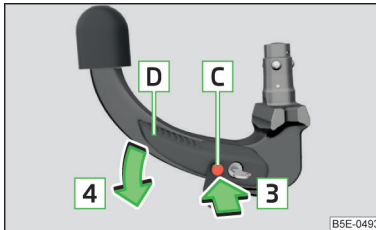

Abb. 297
- Den Auslösebolzen **C** in Pfeilrichtung **3** bis zum Anschlag hineindrücken und gleichzeitig den Bedienungshebel **D** in Pfeilrichtung **4** bis zum Anschlag drücken » Abb. 297.